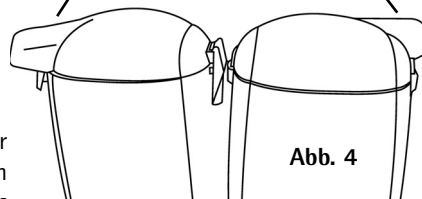

Abb. 4
- Nun können Sie den Geräte-Deckel darauf setzen. Ob Sie den Sauganschluss rechts oder links positionieren, ist dabei Ihrer Vorliebe überlassen. Drücken Sie die beiden Verschlussklemmen links und rechts am Deckel nach unten, damit der Deckel mit dem Gehäuse fest verschlossen ist. (Abb. 4)